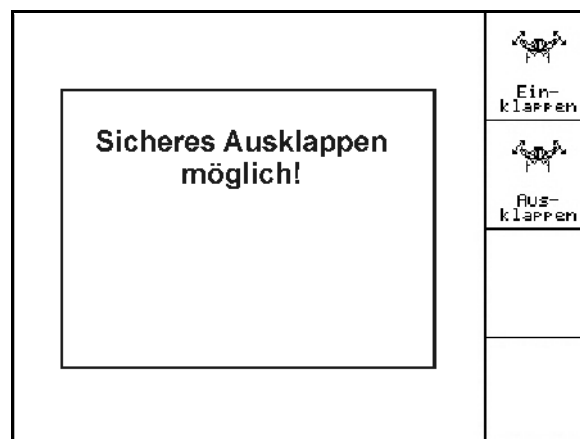

Fig. 65
- Affichage sur l'écran : déploiement sûr possible ! (Fig. 65)